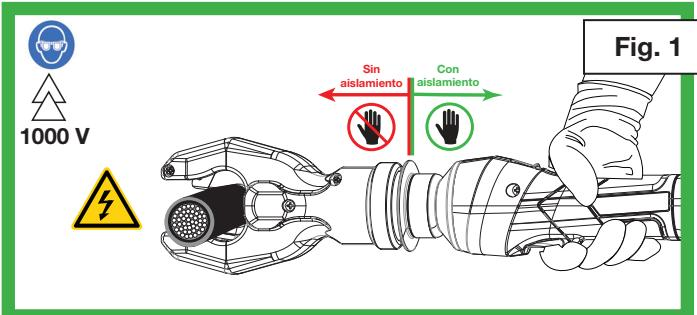

Fig. 1
1. Toque la herramienta solo en el mango aislado. (Fig. 1)
2. Coloque el cable que se va a cortar entre las cuchillas, cerca del punto de pivot de la cuchilla. (Fig. 1, página anterior)